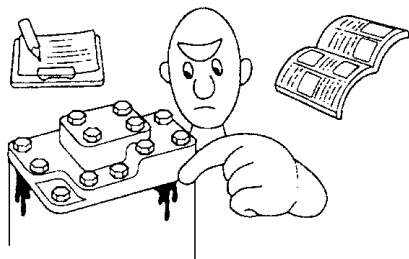

图 1-12 操作时遵守安全说明与预防措施
3) 在卸下或拆解零件前，必须仔细对其进行检查，以便将需要维修的部分隔离出来。如图 1-12 所示，操作时请遵守所有安全说明与预防措施，并按正确的步骤进行操作。